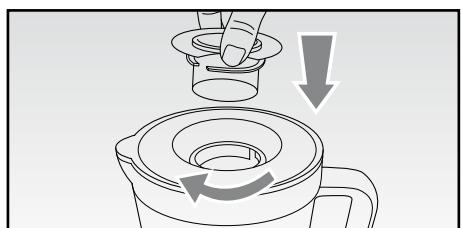

Fig. 5
- Chiudere il foro superiore del coperchio (B) inserendo l'apposito tappo (A) ruotandolo in senso orario (Fig. 5).
- Mettere in funzione l'apparecchio ruotando la manopola di funzionamento (F) in senso orario fino al primo scatto (bassa velocità) o al secondo scatto (alta velocità) per azionare le lame.
- Ruotando la manopola di funzionamento (F) in senso antiorario orario, si attiverà la funzione PULSE (✿).
- Per interrompere il funzionamento, ruotare la manopola di funzionamento (F) in posizione «0».